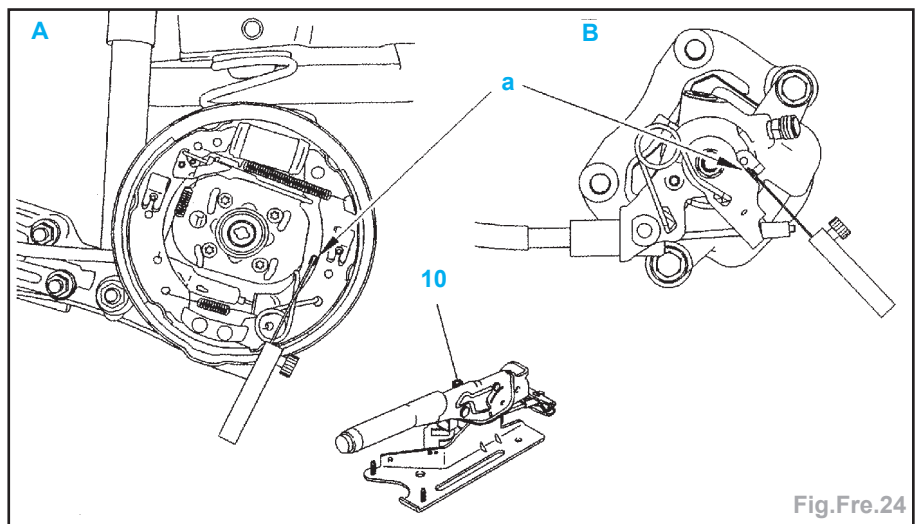

Fig.Fre.24
- Mesurer en «a» à l'aide de jeux de cales le décollement du levier par rapport à sa butée (Fig.Fre.24).